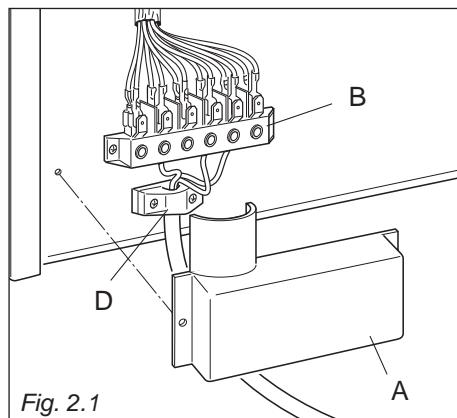

Fig. 2.1
- Dévissez les vis de fixation de la protection "A" située derrière la cuisinière (fig. 2.1).
- Placez le câble d'alimentation à travers du collier de serrage "D" (fig. 2.1).
- Placer les cavaliers U sur la borne "B" (fig. 2.1) suivant les schémas de les figures 2.2, 2.3.